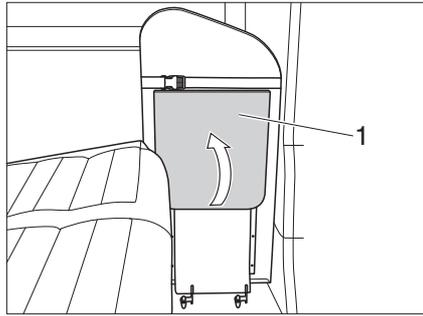

Bild 31 Ablage ausklappen
*Ablage ausklappen:* ■ Ablage (Bild 31,1) nach oben schwenken, bis die Halterung einrastet.